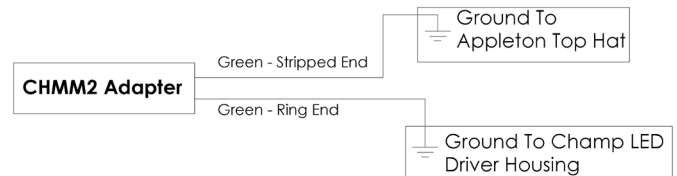

Figure 3
5. Fixez l'un des fils de terre de l'adaptateur CHMM2 au fil de terre du luminaire Champ Series à l'aide de connecteurs de fils ou de serre-fils homologués. Voir la figure. 3.
7. Assurez-vous que le chapeau supérieur Appleton est relié à la masse. Connectez l'extrémité libre du conducteur de masse de l'adaptateur CHMM2 au chapeau supérieur Appleton comme le montre la figure 3. Assurez-vous que le conducteur de masse de l'adaptateur CHMM2 est solidement fixé au conducteur de masse ou à la borne de masse du luminaire Crouse-Hinds ou du chapeau supérieur Appleton.